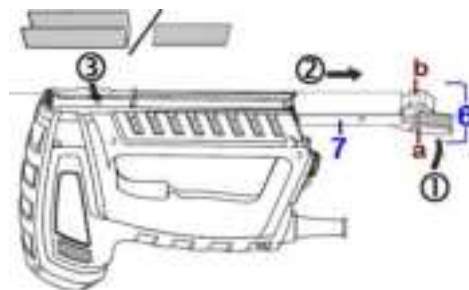

Fig.2
③ inserire come mostrato nella Fig.2, rispettando la capacità del caricatore (vedi sezione II- caratteristiche).